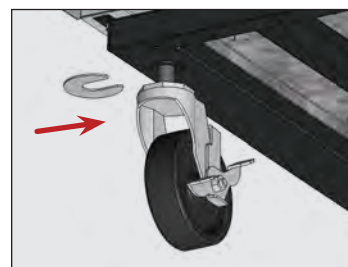

Abb. 9. Setzen Sie die Unterlegscheibe(n) ein. Achten Sie darauf, dass der Lenkrollenschaft fest angezogen ist.
5. Lösen Sie am niedrigeren Ende des Geräts die Lenkrollenschraube so weit, dass Sie die mitgelieferten Unterlegscheiben zwischen das Lenkrollenlager und die untere Schiene des Geräts schieben können. Siehe Abb. 9.
6. Montieren Sie die gewünschte Anzahl von Unterlegscheiben. Siehe Abb. 9.